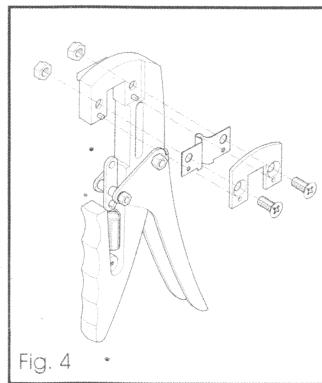

Fig. 4
- 2) Smontare totalmente la battuta dell'Innestatrice separando i vari pezzi (fig. 4).
- 2) Completely remove the grafting unit beat, separating the various parts (fig. 4).
- 2) Den Anschlag der Pfropfzange durch Zerlegen der verschiedenen Teile ganz auseinanderbauen (Abb. 4).
- 2) Desmonte totalmente el tope de la injertadora separando las diversas piezas (fig. 4).
- 2) Démontez la lame d'appui du sécateur en séparant les différentes parties (fig. 4).